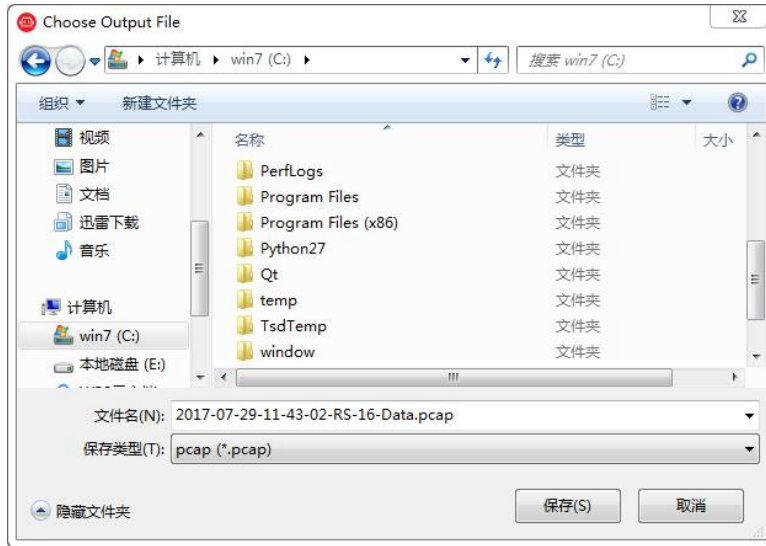

图 C-5 RSVIEW 保存对话框
2. 在弹出的 **Choose Output File** 对话框中，选择需要保存的路径和保存的文件名后，点击“保存（S）”按钮(图 C-5)。RSView 将开始将数据包文件写入目标 pcap 文件中。(注意：RS-LiDAR-32 将会产生大量的数据，随着记录时间变长，目标 pcap 文件将会变大。因此最好将记录文件保存到 HDD 或者 SSD 中，而不是保存到较慢的 USB 设备或者用网络保存)。